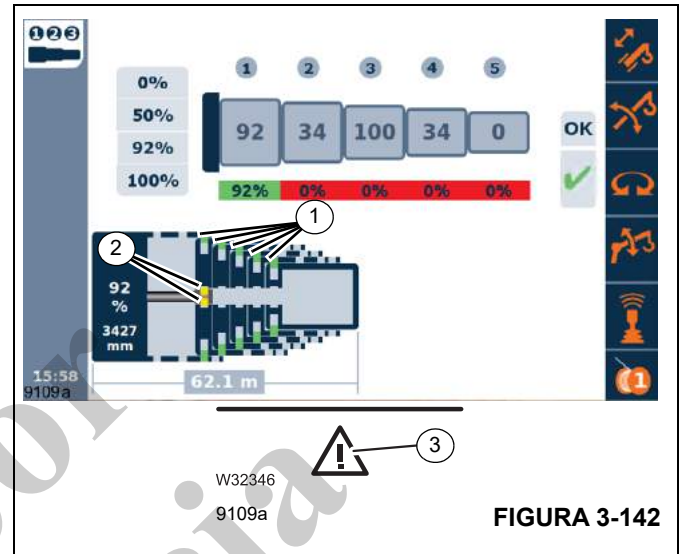

FIGURA 3-142
La relación actual de las secciones telescópicas entre ellas mismas – sección de vista superior (Figura 3-142).
La imagen en la (Figura 3-142) muestra el estado de la sección y los pasadores de cilindro. Verde (1) indica que el pasador está bloqueado, amarillo (2) indica que está en una